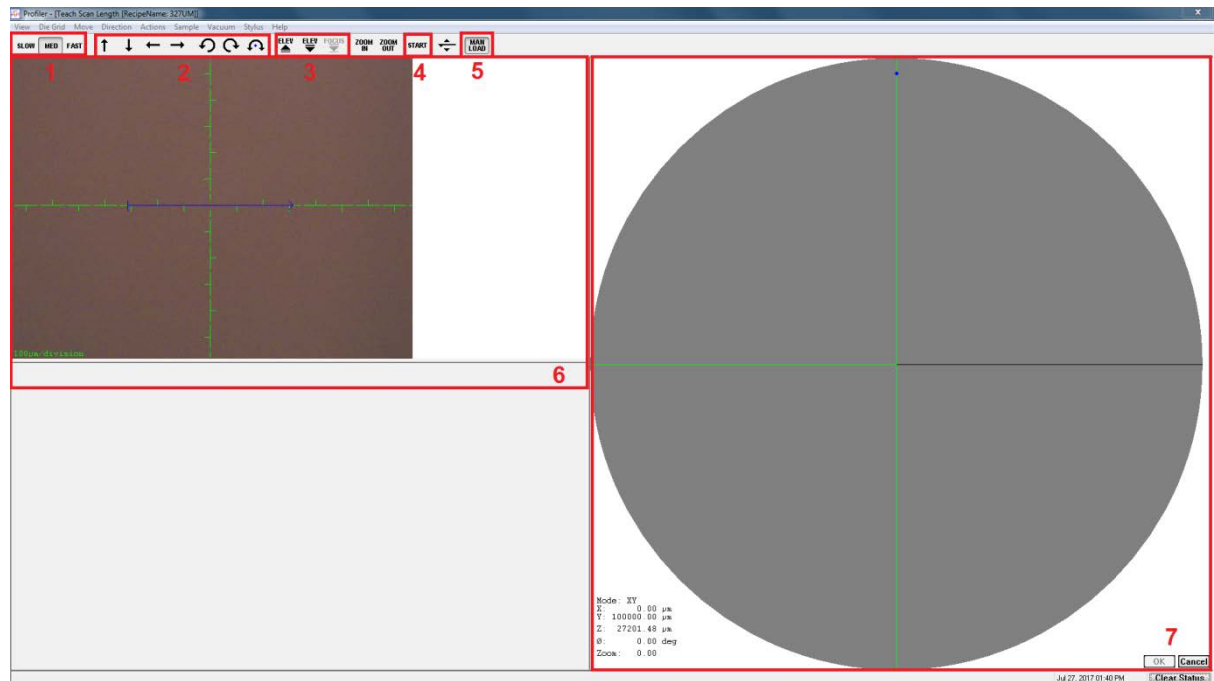

Figure 5: Page Teach Scan Length
Positionner l'échantillon sur le plateau, mettre le vide, fermer la porte et cliquer sur « Man Load » (5) sur la page Teach Scan Length (Figure 5) pour permettre au plateau d'aller sous la tête de mesure.